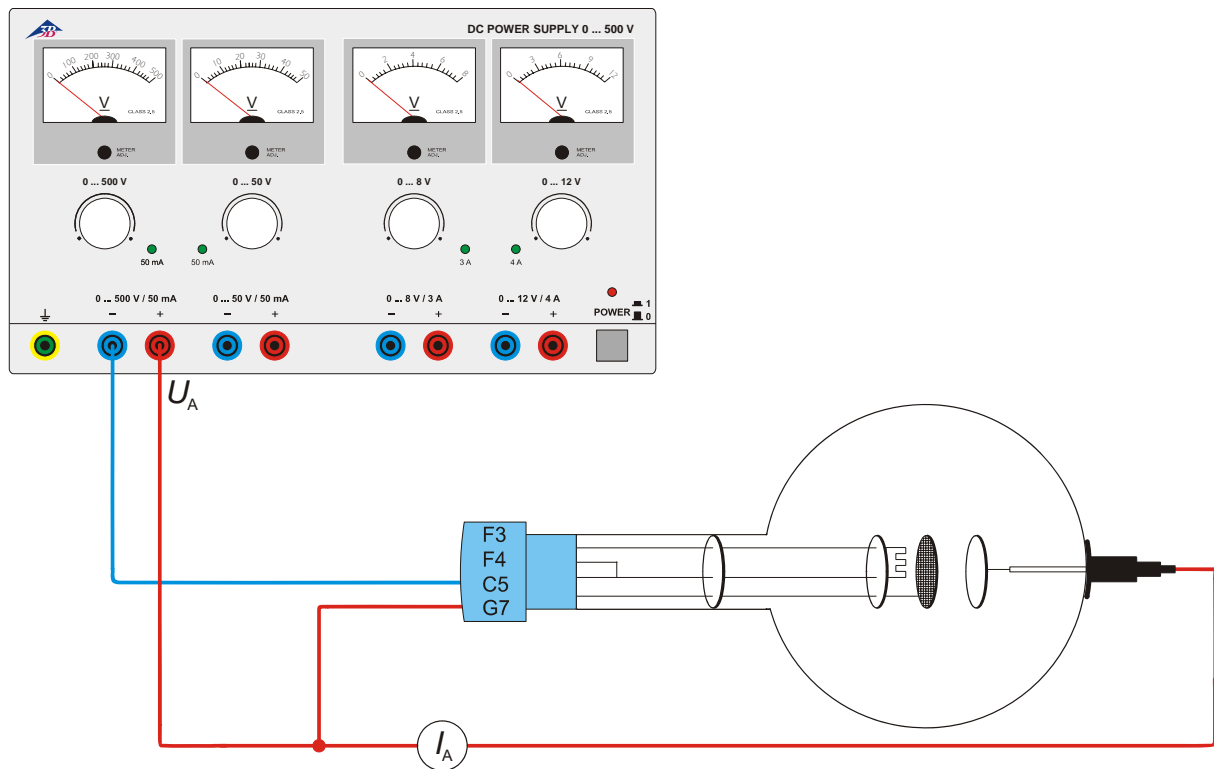

Fig.3 Scarica indipendente
- Realizzare il collegamento come illustrato in Fig. 3.